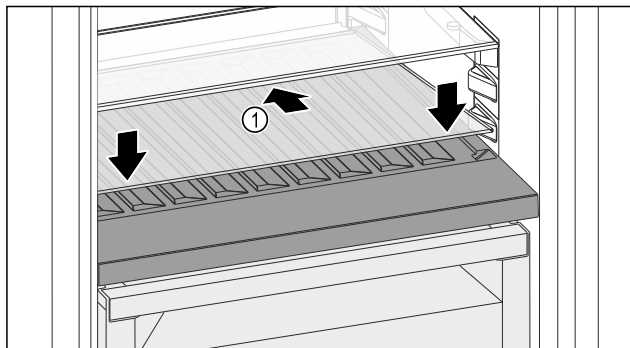

Fig. 148
- ▶ Вставьте стеклянную пластину Fig. 148 (1) наискосок и с уклоном назад вниз.
- ▶ Опустите стеклянную пластину Fig. 148 (1) спереди.